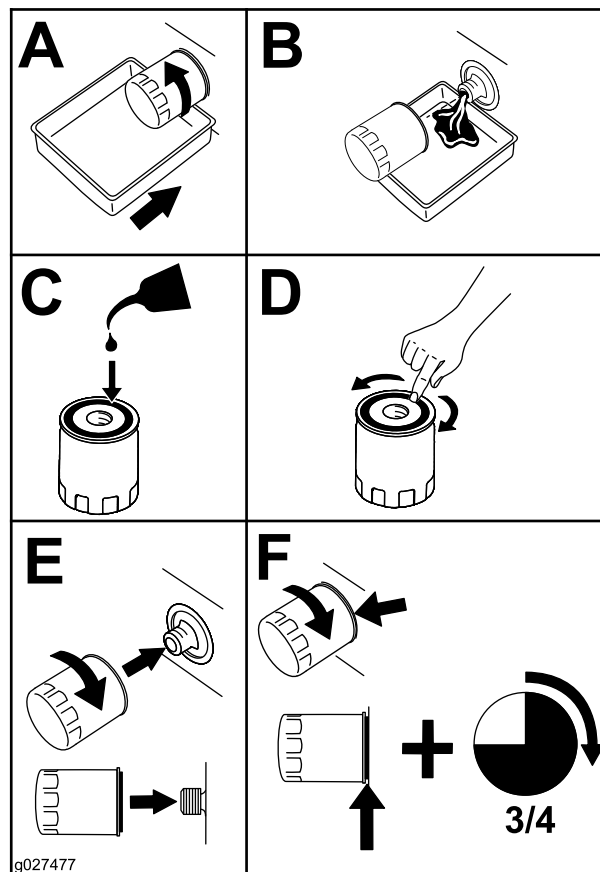

**Figura 33**
8. Vierta lentamente un 80% aproximadamente del aceite especificado por el tubo de llenado, luego añada lentamente el resto del aceite hasta que llegue a la marca **Full** (Figura 33).